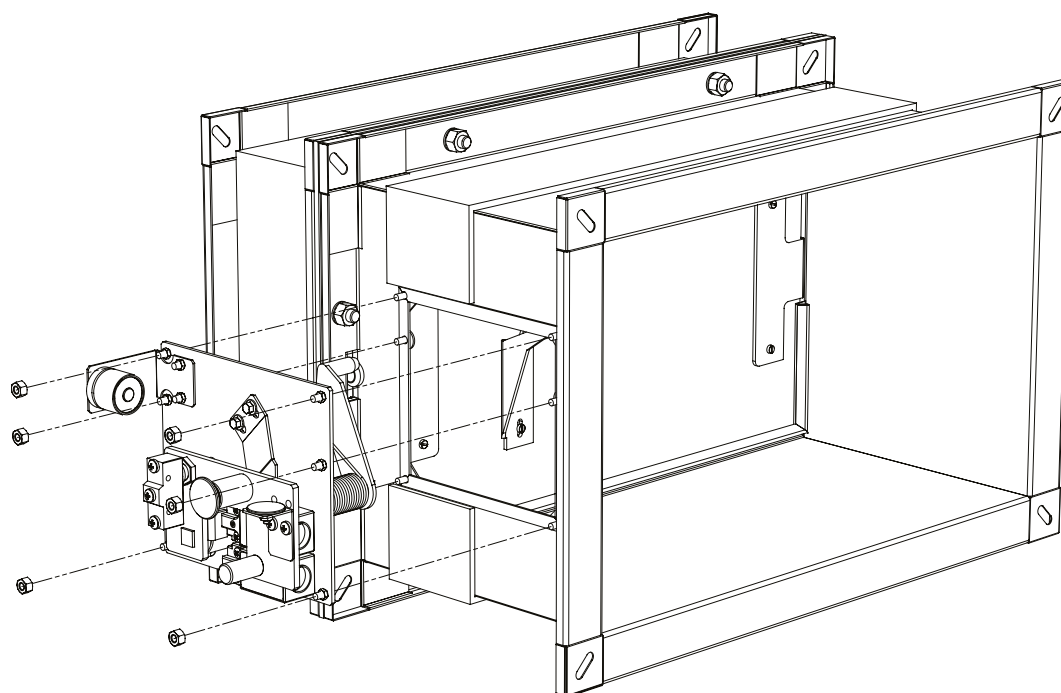

FIG. 17 Estrazione piastra comando magnetico
- 3 - Svitare i 6 dadi di fissaggio della piastra (FIG. 17);